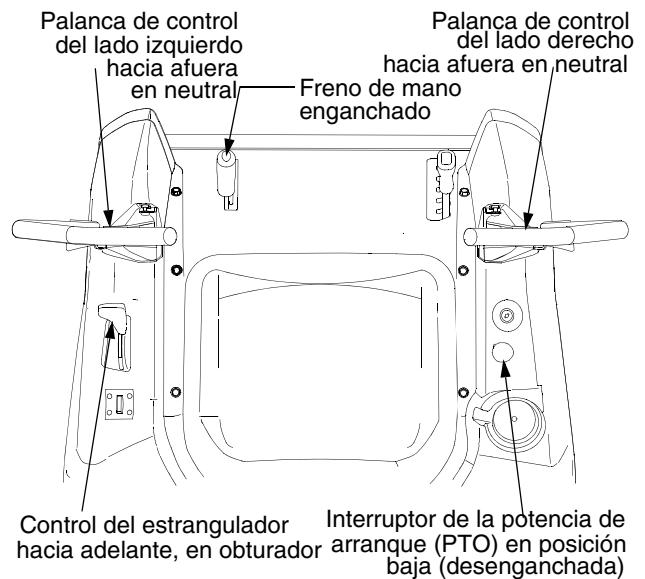

Figura 11
- Coloque las palancas de control de transmisión del lado derecho y del lado izquierdo totalmente hacia afuera, en posición neutral. Consulte la Figura 11.
- Coloque el freno de mano. Consulte la Figura 11.
- Verifique que el interruptor de la potencia de arranque (PTO) se encuentre en posición desenganchada (abajo). Consulte la Figura 11.